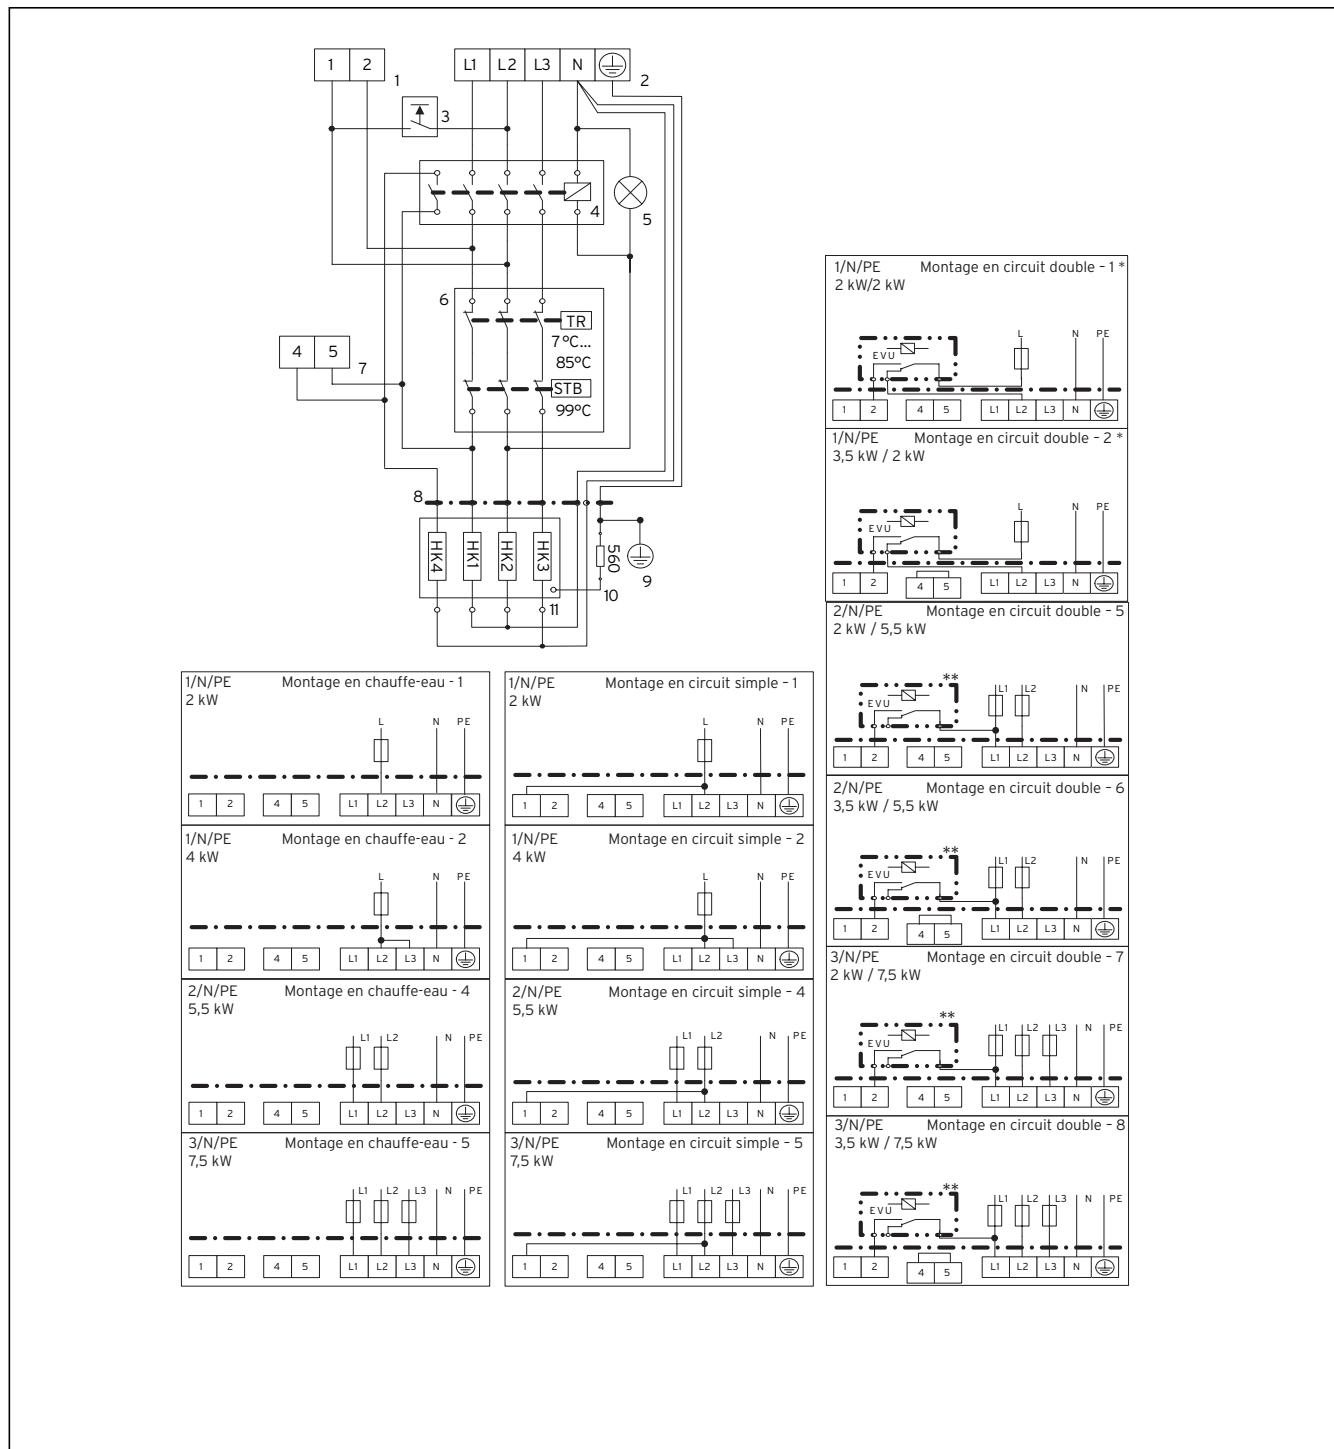
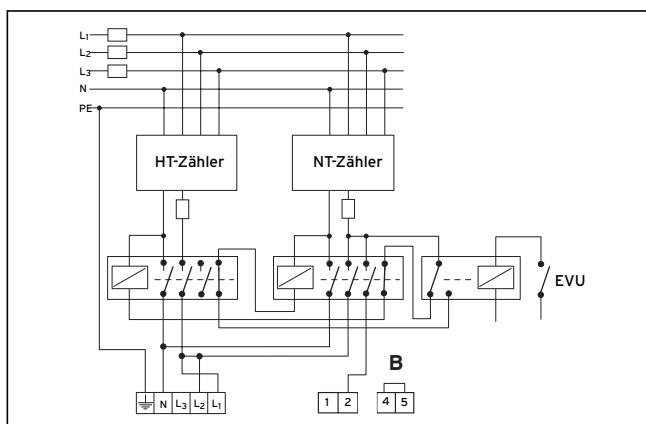

Fig. 8.1 Schéma de commutation Vue d'ensemble eloSTOR
Fig. 8.2 Raccordement monophasé
- Procédez au câblage pour les puissances indiquées dans le tableau 8.1 conformément aux schémas de commutation correspondants de la fig. 8.1 et aux fig. 8.2 à 8.4.
Respectez le schéma de commutation (voir fig. 8.1). Pour le montage en circuit simple, un pont (1,5 mm²) entre L2 et la pince 1 est nécessaire. Pour le montage en circuit double, insérez le câble de commande dans la pince 2. Pour le montage en chauffe-eau à accumulation, aucun câble de commande n'est nécessaire.
En cas de montage en circuit double, il est possible de raccorder un contact EAE pour la commutation en tarif réduit conformément au schéma de commutation des fig. 8.2 à 8.4. Ceci garantit une mise en marche de la charge de base de l'entreprise d'approvisionnement en énergie.